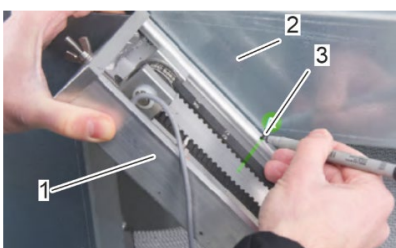

Abbildung 28: Schnittpunkt von Querträger und Reinigungsschiene
- Markieren Sie den Schnittpunkt (Abbildung 28/3) zwischen der Reinigungsschiene (Abbildung 28/1) und dem Querträger (Abbildung 28/2) des Rahmens des rotierenden Wärmetauschers mit einer Linie auf der Reinigungsschiene (Abbildung 28/1).